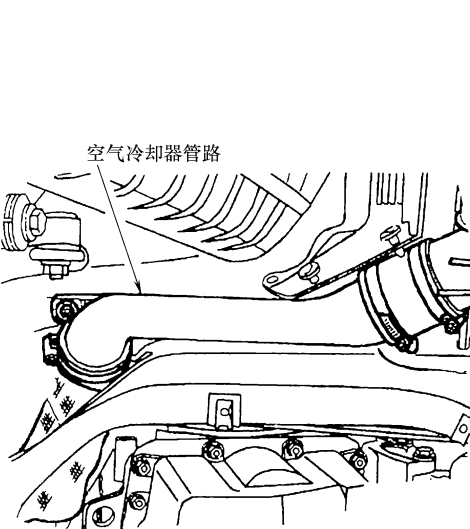
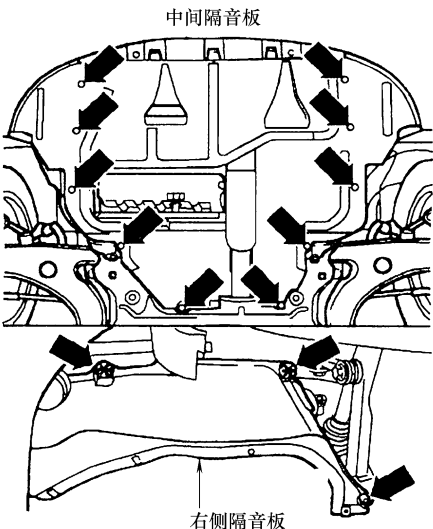

图 1-38 断开冷却器管路
图 1-39 拆卸隔音板
1) 断开涡轮增压器空气冷却器管路（图 1-38）。拆下中间和右侧隔音板（图 1-39）。